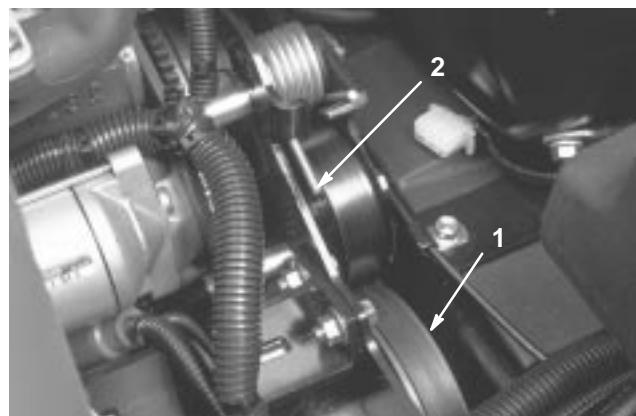

Bild 50
2. Drücken Sie das Ende der Feder (Bild 50) ab- und vorwärts, um die Feder aus dem Bügel auszuhaken und die Feder zu entspannen.